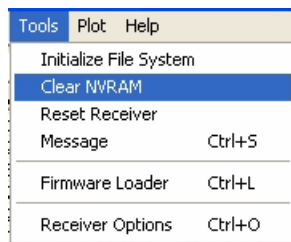

Рисунок 5-11. Clear NVRAM
3. Нажмите *Tools* ▶ *Clear NVRAM* (Рисунок 5-11).